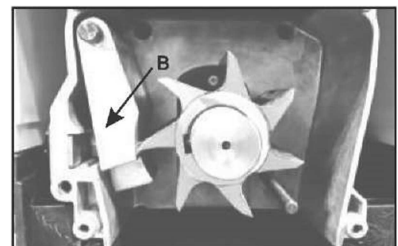

Fig. 6B
2. Sortez la contreplaque (B) et remplacez par une nouvelle. (Fig. 6B)